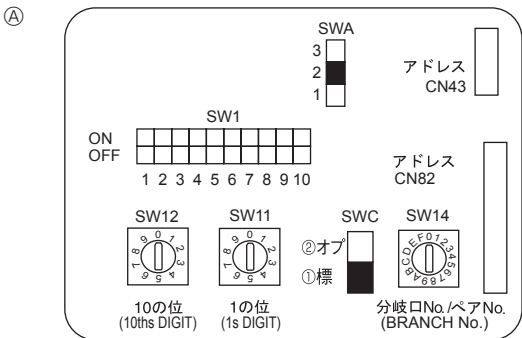

Fig. 6-4
6.5. Adressen einsetzen (Fig. 6-4)
6.6. Schaltereinstellung für unterschiedliche Deckenhöhen (Fig.6-4)
6.7. Messen der Raumtemperatur mit dem in eine Fernbedienung eingebauten Temperaturfühler (Fig.6-4)